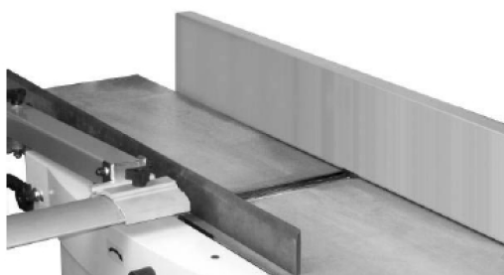

Fig. 12: Tafelverstelling
7. Breng de aanvoertafel (G) omhoog totdat deze de liniaal (D) raakt. De liniaal moet recht en horizontaal over beide tafels lopen.
8. Verplaats de liniaal naar de achterkant van de afvoertafel zoals getoond in Fig. 12 en voer ook hier de test uit.